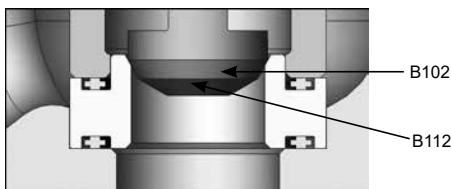

Abbildung 16: Sitzflächen von Ventilkegel und Sitzring
Die Sitzflächen müssen möglicherweise geläppt werden, um die erforderliche Integrität der Oberfläche wiederherzustellen und die Leckageanforderungen für das Ventil zu erfüllen. Ein maximales Entfernen von 0,4 mm (0,015") Metall von sowohl der Kegel- als auch der Sitzoberfläche ist für alle Ventilgrößen zulässig. Achten Sie darauf, dass die Sitzwinkel der überholten Teile wie in der nachfolgenden Abbildung 16 gezeigt innerhalb der Toleranzen liegen. Teile, bei denen zur Wiederherstellung mehr Metall entfernt werden muss, sind zu verwerfen und auszutauschen.
10. Demontieren Sie nach dem Läppen die Teile zur Reinigung und anschließenden Wiedermontage und achten Sie dabei darauf, dass die Sitzwinkel innerhalb der Toleranzen liegen. Siehe Abbildung 16.